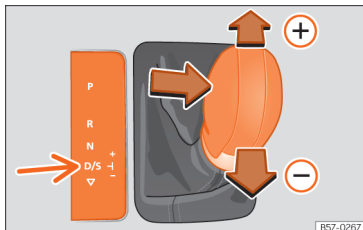

Abb. 215 Hebel in Tiptronic-Stellung.
- Drücken Sie den Hebel nach vorn (+) oder zurück (-), um hoch- oder herunterzuschalten » **Abb. 215**.